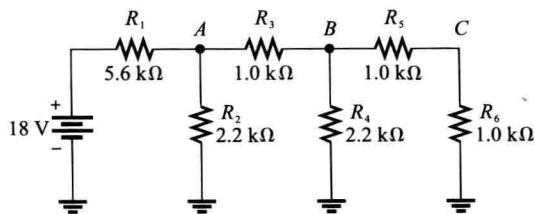

图 6-96
48. 试确定图 6-96 所示电路的总电阻和 A、B、C 点电压。